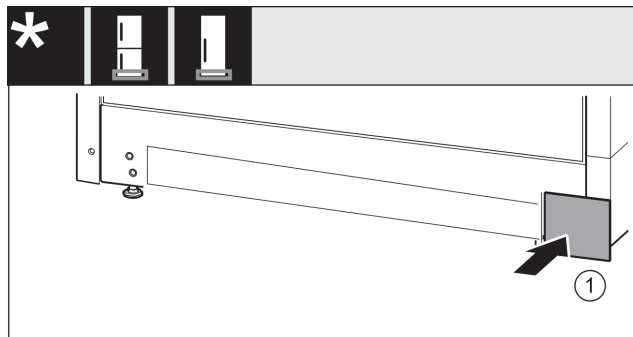

Fig. 25
- Riapplicare la copertura Fig. 25 (1) sull'altro lato.